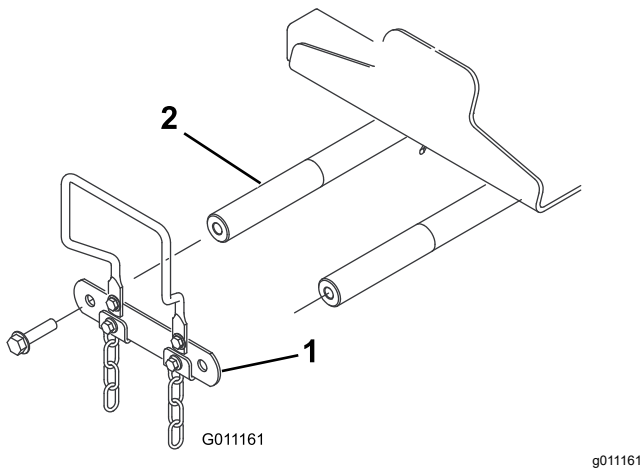

Figura 13
1. Rimuovete i 2 bulloni che fissano l'attacco degli alberi di articolazione dei bracci di sollevamento agli alberi di articolazione, poi rimuovete e conservate l'attacco e i bulloni a parte (Figura 13).